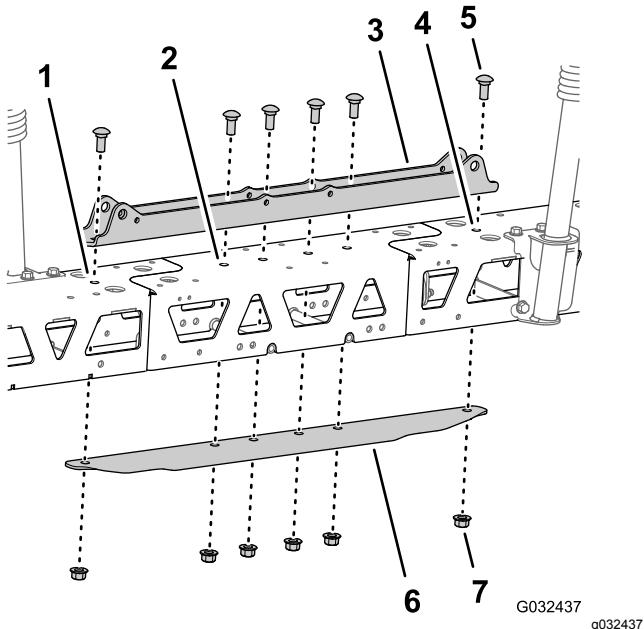

Bild 55
5. Fluchten Sie die Löcher in der Zylinderbefestigung mit den Löchern an der Mittellinie des Trägerrahmens und der mittleren Auslegersektion aus (Bild 55).
6. Setzen Sie die Verbindungsplatte in den Trägerrahmen und die mittlere Auslegersektion ein und fluchten Sie das Loch in der Verbindungsplatte mit den Löchern an der Mittellinie der Trägerrahmen und der Auslegersektion aus (Bild 55).
7. Bauen Sie die Zylinderbefestigung, die Träger, die mittlere Auslegersektion und die Verbindungsplatte mit den zwei Schlossschrauben (1/2" x 1-1/4") und den zwei Sicherungsbundmuttern (1/2"), die Sie in Schritt 2 in Entfernen der Träger des mittleren Sprühabschnitts \(Seite 28\) entfernt haben, und den vier Schlossschrauben (1/2" x 1-1/4") und den vier Sicherungsbundmuttern (1/2") vom Finishingkit für das GeoLink-Sprühsystem (Bild 55) zusammen.